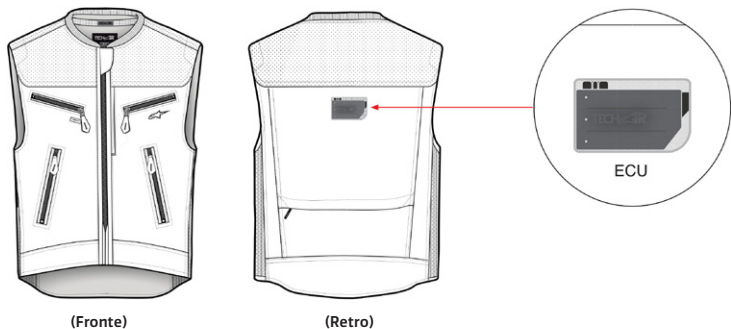

Figura 1 - Posizione del sensore
Il Sistema è costituito da un gilet con una Centralina Elettronica dell'Airbag (con sensori incorporati) e un Display a LED (2) (Figura 1). La Centralina Elettronica dell'Airbag contiene 1 accelerometro triassiale e 1 giroscopio triassiale (chiamati anche gruppo di sensori). Questi sensori monitorano il corpo dell'utente in caso di urti o movimenti inaspettati. Nel caso in cui il corpo dell'utente sia soggetto ad un'elevata e/o improvvisa quantità di energia, il Sistema si dispiegherà. Ciò può verificarsi quando la moto è coinvolta in un incidente, ad esempio quando si scontra con un altro veicolo o con un ostacolo, quando il pilota perde il controllo o quando cade dalla moto.